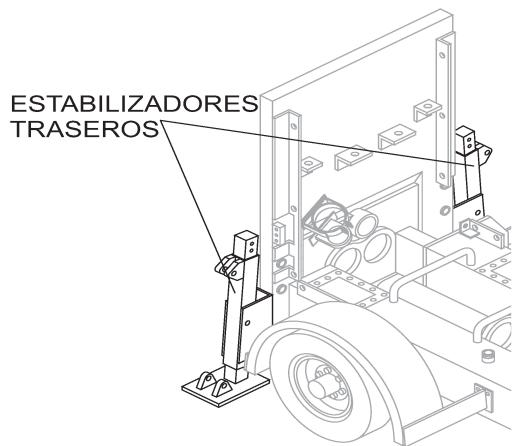

Figura 15. Localizando los estabilizadores traseros
1. Localice ambos estabilizadores traseros, el izquierdo y el derecho (Figura 15).